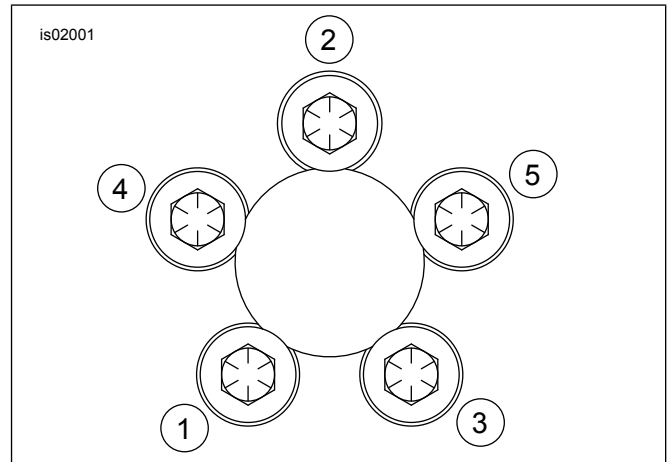

Abbildung 1. Anzugsreihenfolge der Zahnradsschrauben
- Siehe Abbildung 1. Die Schrauben in der abgebildeten Reihenfolge auf ein Drehmoment von 31,2 N·m (23 ft-lbs) anziehen.
7. Anhand der Markierungen die Schrauben in der auf Abbildung 1 abgebildeten Reihenfolge um 60 Grad im Uhrzeigersinn festziehen.